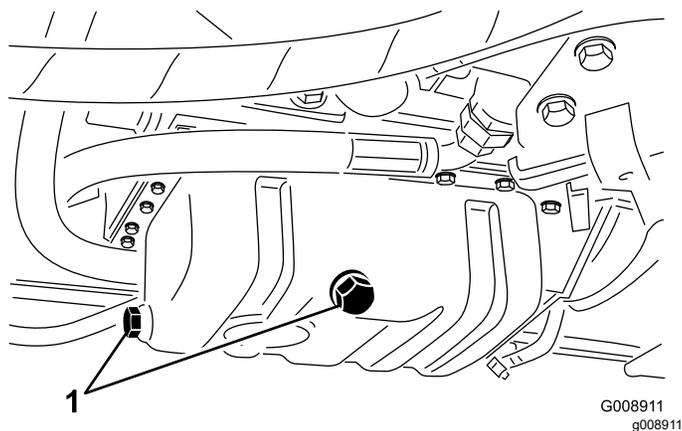

图 61
1. 拆下任一排油塞图 61 让油流入放油盘当油停止流动时安装排油塞。